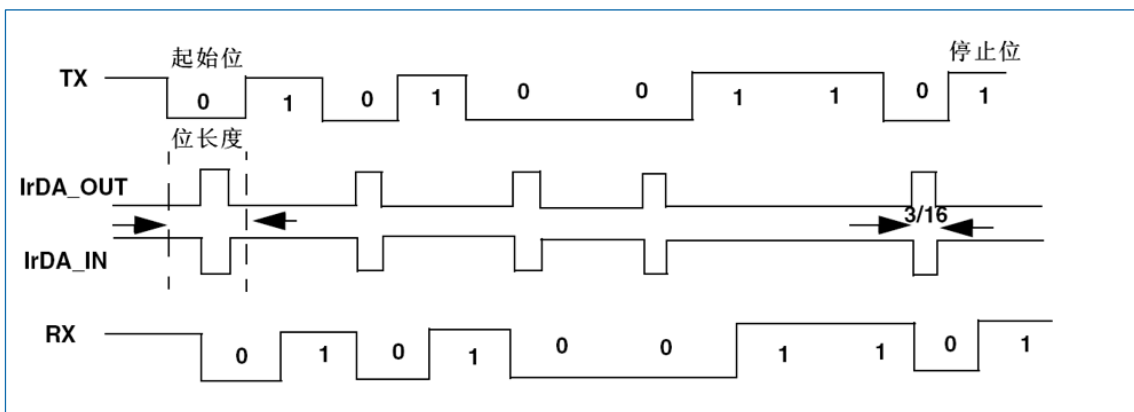

图 22-18 IrDA 数据调制 (3/16) 普通模式
- SIR 发送逻辑把 '0' 作为高脉冲发送，把 '1' 作为低电平发送。脉冲的宽度规定为正常模式时位周期的 3/16 (详见图 22-18)。